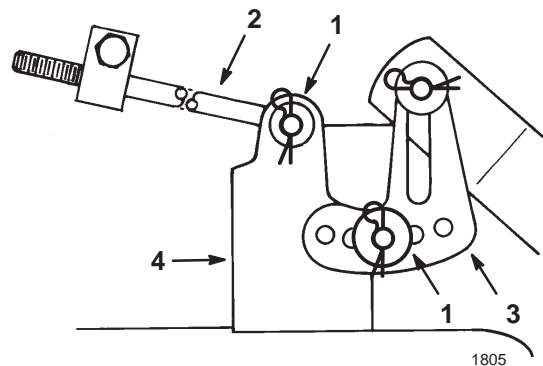

Bild 43
11. Schieben Sie das Ende der langen Stange durch das Loch in der Mähwerkbefestigung (Bild 43).
13. Montieren Sie die geschlitzte Mähwerknivellierhalterung am Stift am Schnitthöhenarm (Bild 43). Bringen Sie die Scheibe